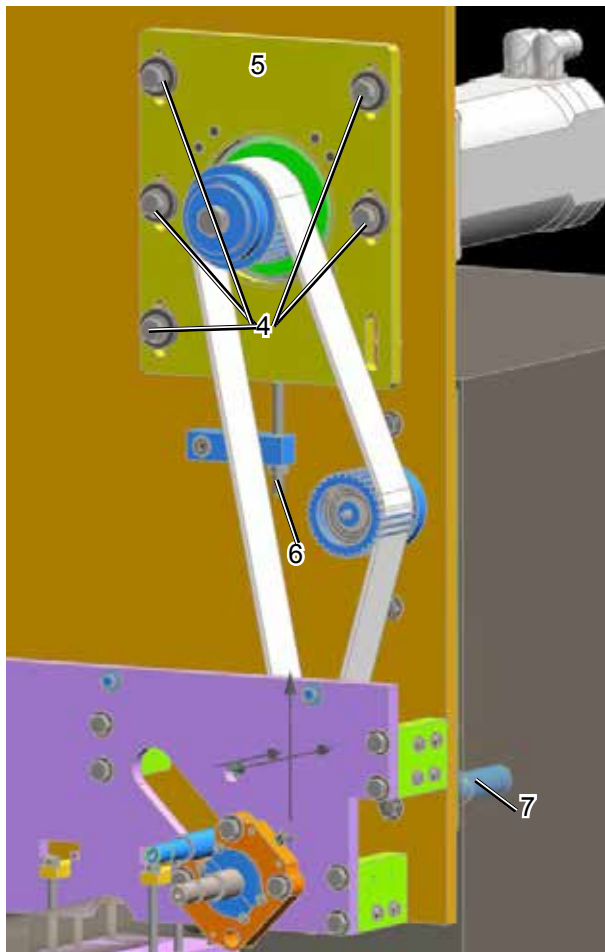
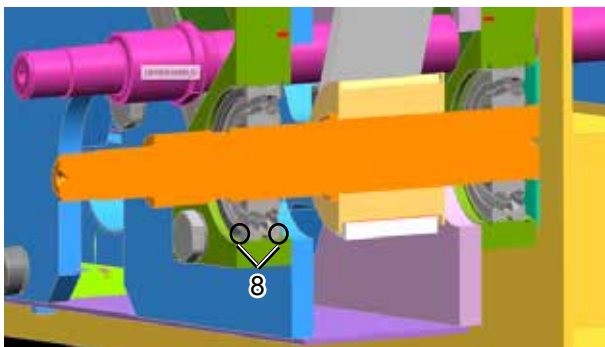

Fig. 4
Fig. 5
- Soltar os parafusos de fixação (4) das placas tensoras (5) (Fig. 4).
- Soltar o parafuso tensor (6) e afrouxar a correia dentada.
- Desenroscar o eixo do cilindro inferior de saída (7) e retirar a correia antiga.
- Retirar previamente os anéis elásticos (8, fig. 5).